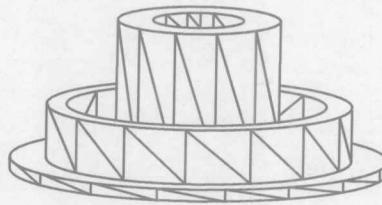
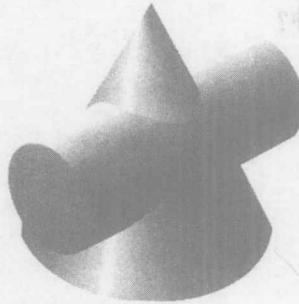

图 1-17
图 1-18
- (1) 练习创建与管理视口。
- (2) 练习设置三维视点。
- (3) 练习 UCS 在三维设计中的作用。
- (4) 练习三维曲面命令的使用。
- (5) 练习三维实体造型命令的使用。
- (6) 练习消隐、着色及渲染的使用。
- (7) 练习三维模型的动态显示。
- (8) 用 AutoCAD 绘制如图 1-17 和图 1-18 所示图形。